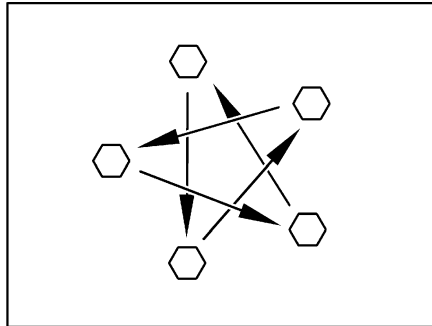

Fig. 160 Serrare a croce i dadi o i bulloni delle ruote
- Controllare regolarmente il serraggio dei dadi o dei bulloni. Regolare a croce (Fig. 160) il serraggio dei dadi o dei bulloni di una ruota sostituita dopo circa 50 km.
- ▷ Serrare a croce i dadi o i bulloni delle ruote (Fig. 160).